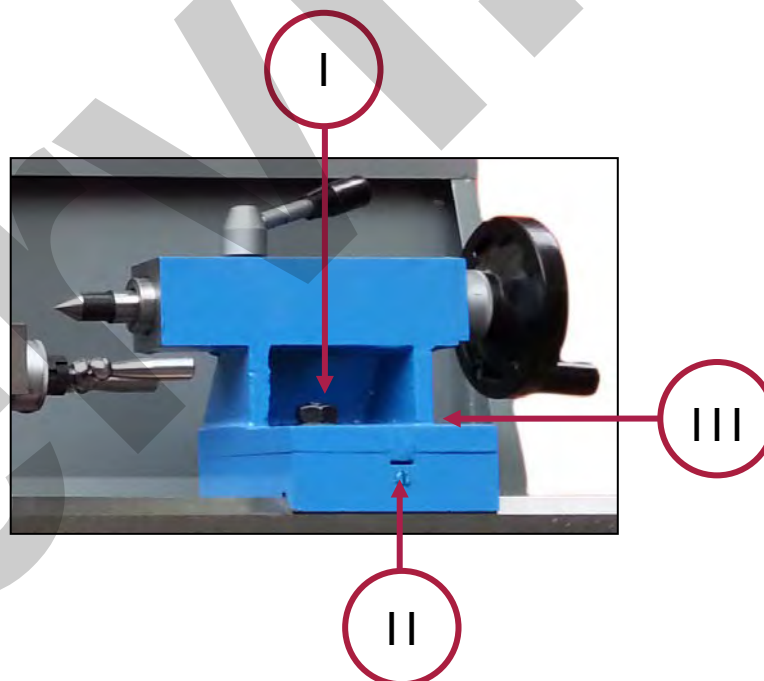

Figura 32 – Allineamento contropunta.
1. Svitare la vite di bloccaggio (rif. I in Figura 32);
2. Ruotare la vite di regolazione (rif. II in Figura 32) fino ad allineare le tacche di riferimento nella targhetta posteriore (rif. III in Figura 32);